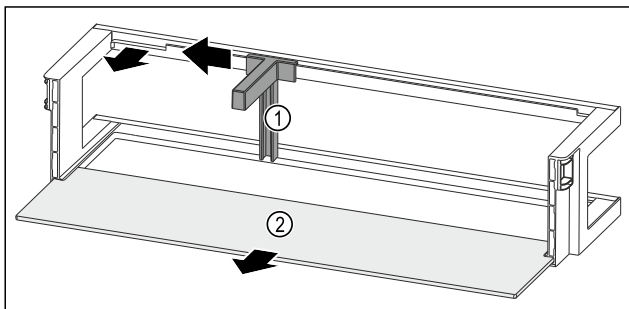

Fig. 97 Deurrek met flessenhouder en draagplateau
- Flessenhouder Fig. 97 (1) tot aan de uitsparing opzij schuiven.
- Flessenhouder Fig. 97 (1) verwijderen.
- Draagplateau Fig. 97 (2) verwijderen.